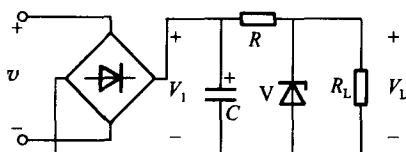

图 1-6
(4) 图 1-6 所示简单稳压电路是正确的,某人按图接好该电路,在测试时发现输出电压 V_L 只有 0.7 V 左右,试说明是何原因造成的,应如何改正?